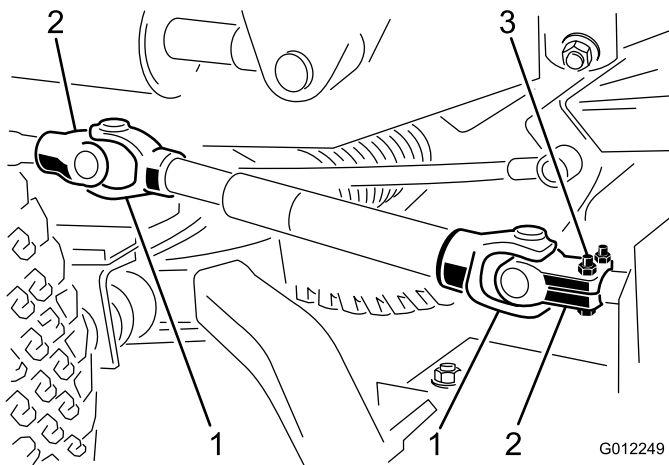

Bild 11
1. Fluchten Sie die Löcher im Joch und in der Eingangswelle des Getriebes aus. Schieben Sie das Joch auf die Welle und befestigen sie mit einem Spannstift und zwei Kopfschrauben (5/16 x 1-3/4 Zoll) und Sicherungsmuttern (5/16 Zoll) (Bild 11).